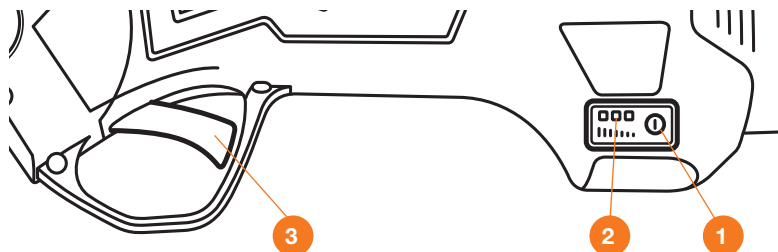

Рис. 4
Вставьте штекер зарядного устройства в разъем аккумуляторной батареи (Рис. 4).
Аккумуляторный секатор **DAEWOO** оборудован дисплеем, указывающим остаточный заряд аккумуляторной батареи и зуммером, дублирующим действия оператора. Нажмите на кнопку **1**, после двойного звукового сигнала индикатор **2** покажет степень заряда батареи. Для начала работы дважды, кратковременно нажмите на триггерный выключатель **3**. После двойного сигнала зуммера ножи раскроются и секатор будет готов к дальнейшей работе (Рис. 4).
Для выключения секатора нажмите и удерживайте несколько секунд триггерный выключатель до двойного звукового сигнала, ножи останутся в закрытом положении. Нажмите кнопку ❶ (Рис. 4) на дисплее, индикатор погаснет, затем извлеките батарею из разъема рукоятки секатора.
- через 1 минуту инструмент переходит в режим блокировки. Дважды нажмите на триггерный выключатель ❸ (Рис. 4), чтобы отключить блокировку и активировать секатор для работы.